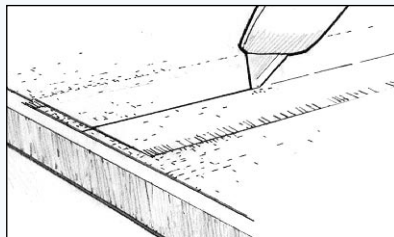

Figure 26 Couper le tissu qui se chevauche après gélification de l'époxy.
- b) Coupez les 2 couches de tissu avec un couteau tranchant (*Figure 26*) en prenant bien soin de ne pas couper trop profondément.